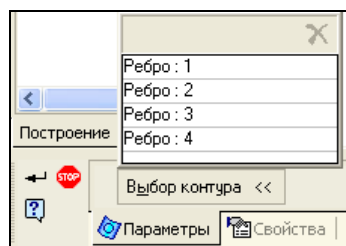

Рис. 24.17. Панель свойств: **Заплата**
- ◆ в Дереве модели укажите элементы **Поверхность выдавливания 1, 2 и 3**. Они автоматически вставляются на Панели свойств: **Заплата** (рис. 24.17) в окне **Выбор контура**, также активизируется кнопка **Создать объект**;